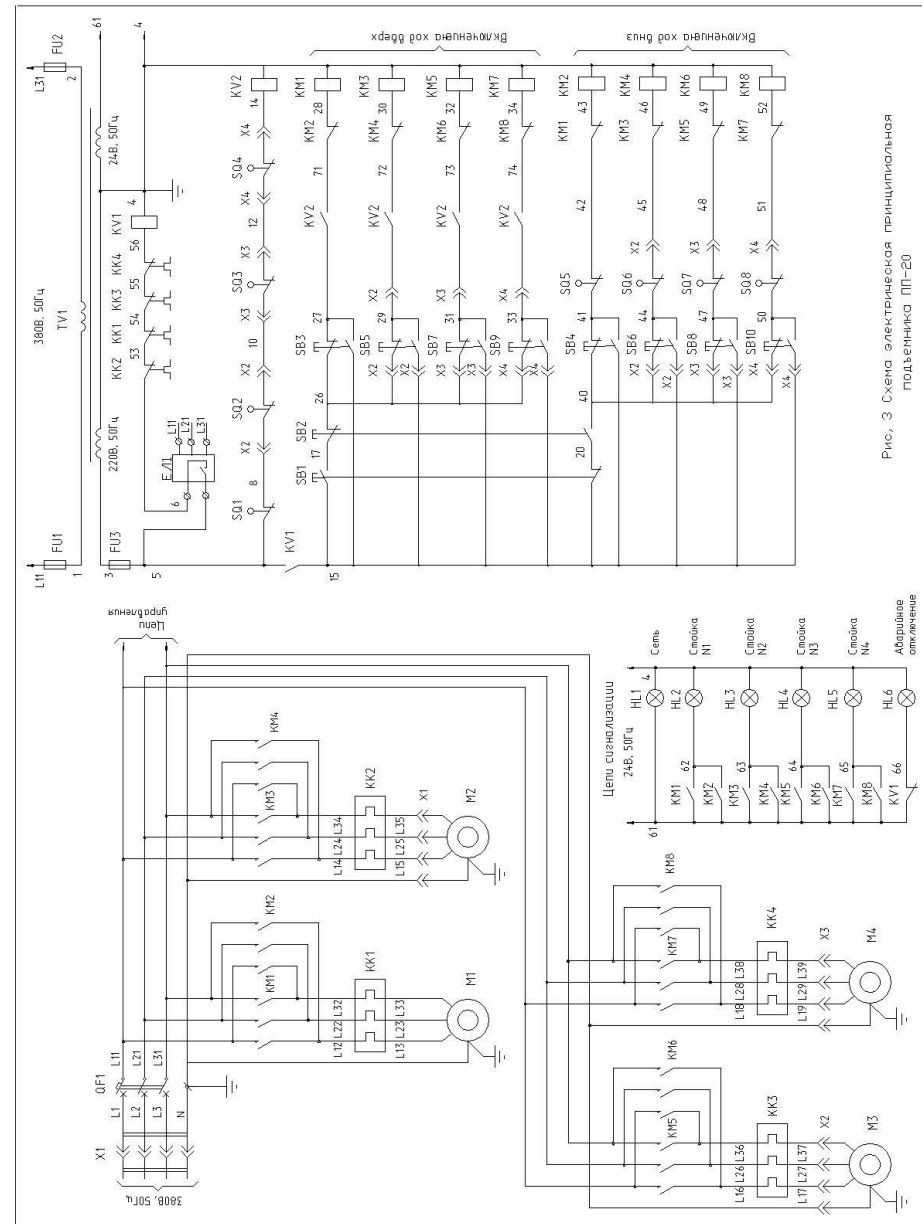

Рис. 3. Схема электрическая принципиальная подъемника ПП-20
4.3. Описание работы схемы электрической (см. Рис. 3). Управление подъемником осуществляется со шкафа аппаратного, установленного на первой стойке.